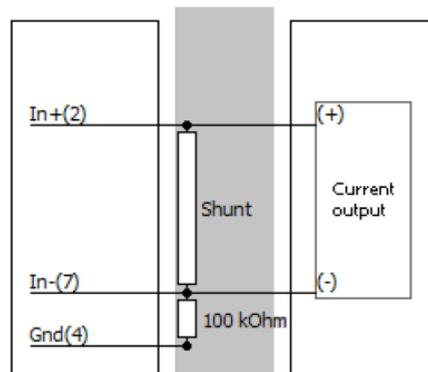

图 12、无供电要求时的接线示意图
- ✓ 当传感器不需要模块提供激励电压时，接线定义如下图 12 所示：